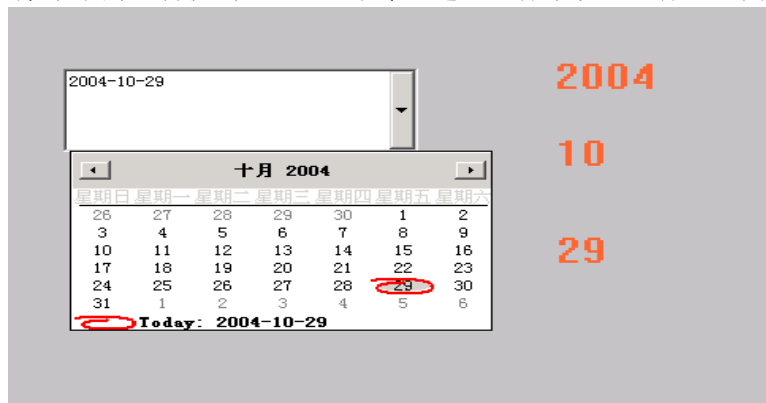

图 7-12 运行中的日历控件画面
7、单击“文件”菜单中的“切换到 VIEW”命令，进入运行系统。运行此画面，如图 7-12 所示。